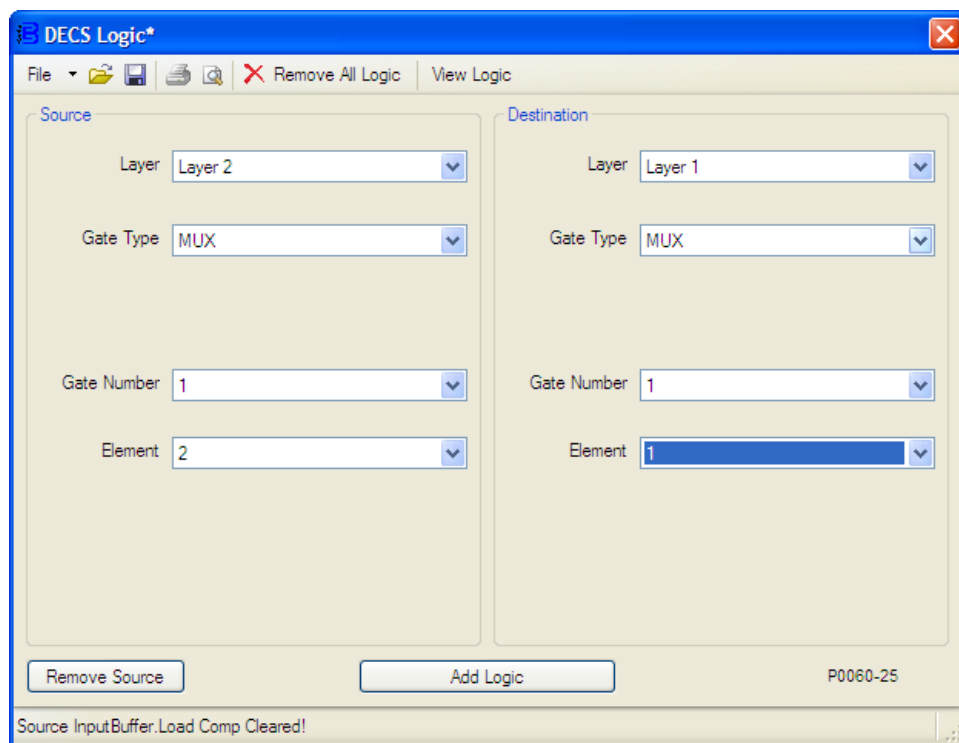

Figure 9-28. Layer2.Mux1.Output2 ----> Layer1.Mux1.Input
6. Les paramètres de la fenêtre Logique du DECS associés à cette étape sont illustrés sur la Figure 9-28.